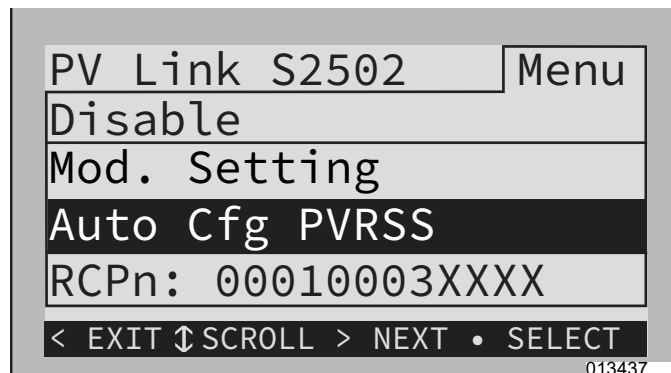

Figura 7-14. PV Link: Auto Cfg PVRSS
- a. Consulte la Figura 7-14. Si el PV Link pasa directamente a “low sun” (nivel bajo de sol), desactive el dispositivo y seleccione “Auto Cfg PVRSS” (Configuración automática de PVRSS).